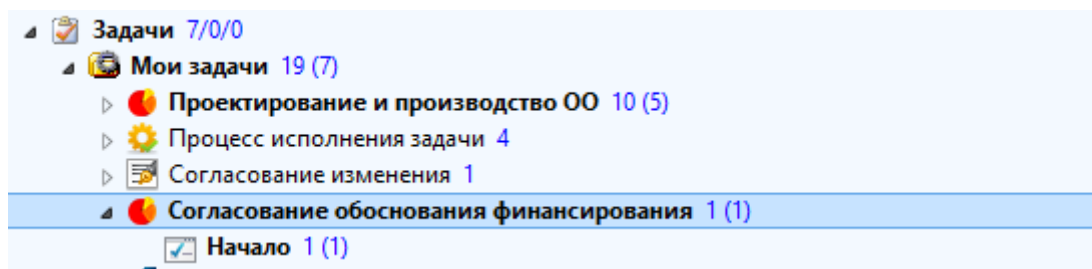

Рисунок 181 — Окно рабочего процесса «Согласование обоснования финансирования»
- в папке пользователя «Мои задачи» выделить задачу «Начало» рабочего процесса «Согласование обоснования финансирования» (Рисунок 181);